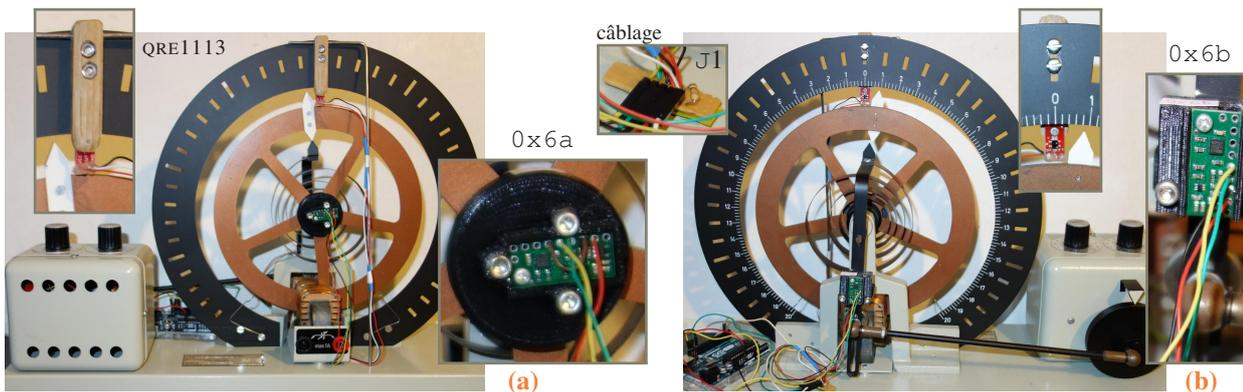

FIG. 16 – Pendule de Pohl : montage des capteurs à l'avant (a) et à l'arrière (b) du dispositif **PHYWE P2132705**, voir l'appendice 4.11.3B.
Le pendule de *Pohl* est un oscillateur de torsion (voir la fig. 16 et la sec. 4.3.1 du cours de vibrations) constitué de : (a) un disque assez massif en cuivre qui peut tourner autour de son centre par un angle  $\theta$  avec  $|\theta| \leq \theta_{\max}$  ; (b) un pointeur (une flèche blanche) placé sur le disque permettant de repérer l'angle de rotation  $\theta$  sur le rapporteur ; (c) un ressort spiral, qui exerce un couple mécanique avec la tendance à ramener le disque vers sa position d'équilibre à  $\theta = 0$  ; (d) un système de freinage électromagnétique (par les courants de *Foucault* et la force de *Laplace*) qui permet d'amortir les oscillations de façon douce et contrôlée ; (e) un moteur, relié au ressort par un levier. Lorsque le disque tourne d'un angle  $\theta$ , le ressort s'enroule (ou se déroule), ce qui fait apparaître une force de rappel dont le moment mécanique s'oppose au moment du disque. Si on lâche le disque, le système retrouve son état d'équilibre en oscillant : c'est le régime d'oscillations *libres*. Le moteur permet d'exercer une force excitatrice sinusoïdale sur le pendule, dont la fréquence  $\Omega/(2\pi)$  correspond à la fréquence de rotation du moteur et peut être ajustée. Le système se met au régime sinusoïdal *forcé* avec la même fréquence.
- Sur une des cartes **L3GD20H**, mettre (souder) un cavalier entre SDO et GND pour lui attribuer l'adresse I2C **0x6a**. Cette carte sera destinée à mesurer les mouvements du pendule et sera dénommée «avant» (AV) et/ou par son adresse. L'autre carte sera destinée à mesurer les (petites) poussées du moteur et sera dénommée «arrière» (AR) et/ou par son adresse **0x6b** (voir la fig. 16).
- Fabriquer (imprimer) le petit support de la carte QRE1113. Utiliser 2 vis M3.10 avec écrous pour l'installer dans la fente du rapporteur noir au point 0 g.d. (l'équilibre en haut) de côté «avant» (côté flèche blanche sur la fig. 16). La carte même s'y fixe avec une vis VB2.5. Vérifier que la distance entre QRE1113 et la flèche reste de 2–3 mm, et que le pendule peut osciller sans empêchement (voir la fig. 16).